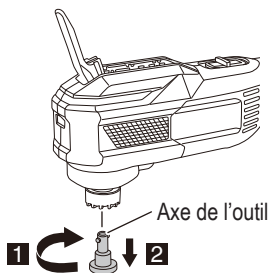

Fig. 9
- (2) Retirez l'axe de l'outil tout en le tournant dans le sens antihoraire. (Fig. 9)